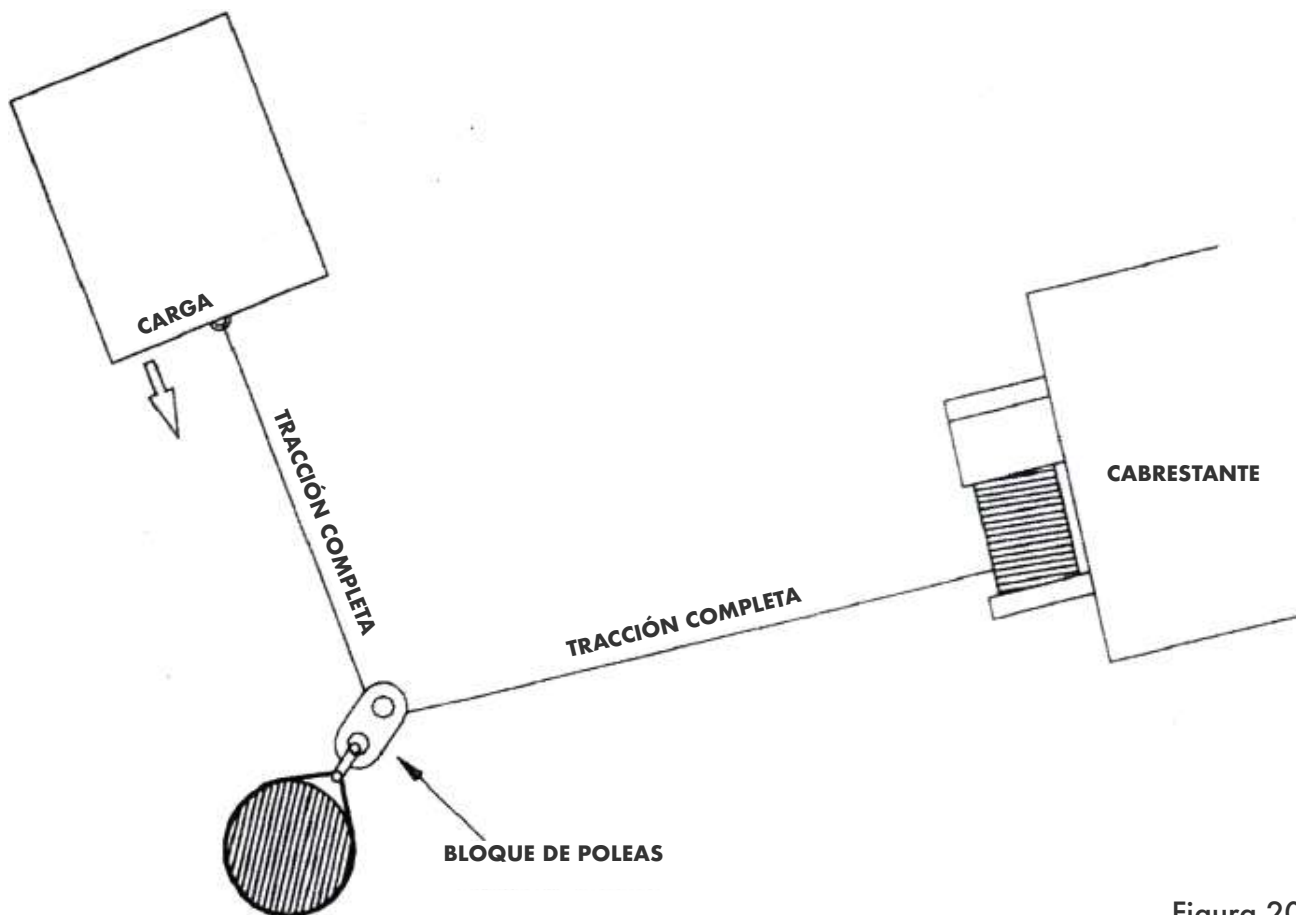

Figura 20
5. La figura 20 ilustra el uso de una polea para cambiar la dirección de la tracción. Se puede obtener una ventaja mecánica al fijar una polea a la eslinga de nailon con un grillete y pasar el cable de acero hasta el punto de anclaje.